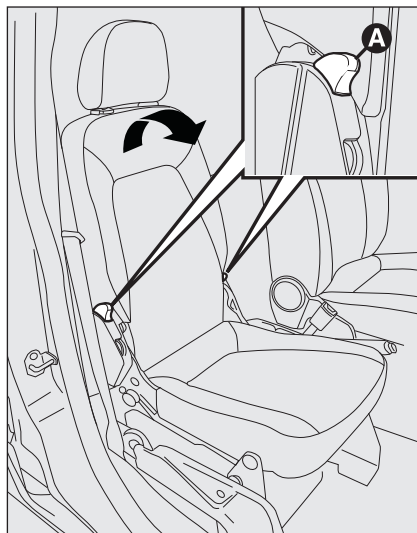

fig. 21
- ☐ bedien de hendels **A**-fig. 21 en klap de rugleuning naar voren in de richting van de pijl;